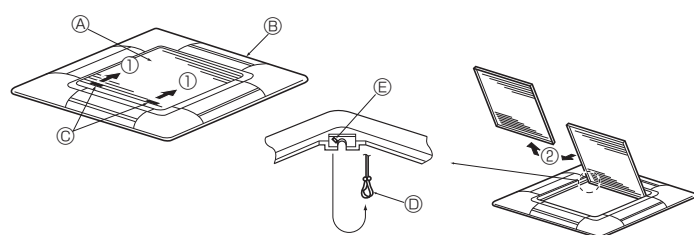
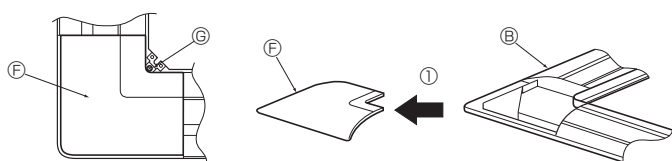

Fig. 8-3
Fig. 8-4
8.2.1. Remoção da grelha de admissão (Fig. 8-3)
- Deslize as alavancas na direcção indicada pela seta ① para abrir a grelha de admissão.
- Com a grelha de admissão na posição "aberta", retire a dobradiça da grelha de admissão da grelha tal como indicado pela seta ②.
8.2.2. Remoção do painel de canto (Fig. 8-4)
- Retire o parafuso do canto do painel de canto. Deslize o painel de canto tal como indicado pela seta ① para remover este painel.